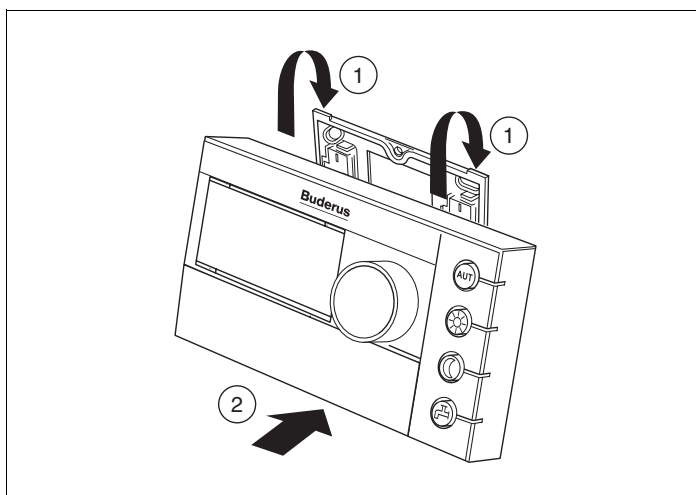

Рис. 4 Установка пульта управления RC30
- Установить пульт управления RC30 сверху в монтажную пластину по направлению стрелок (рис. 4, поз. 1).
- Нажать на пульт управления RC30 внизу до щелчка, как это показано стрелкой (рис. 4, поз. 2).
- Разблокировать пульт управления RC30 на нижней стороне (рис. 4, поз. 2) и снять его вверх.